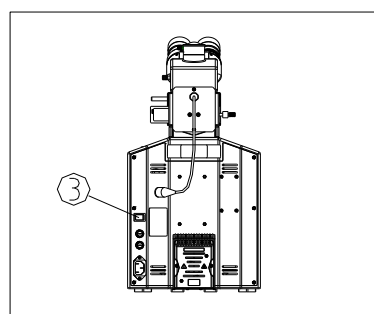

图 2
- 6、为保证安全，在更换保险丝前，一定要确信主电源开关③已在“0”（断开）处（如图 2），并切断电源。